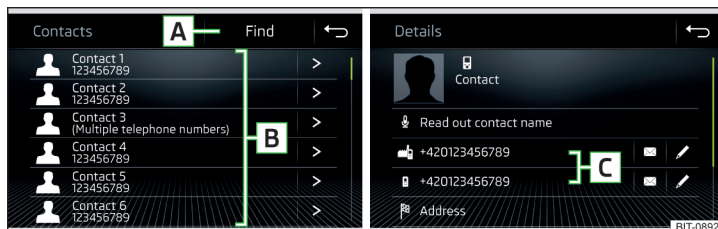

Fig. 205 Lista de los contactos de teléfono / Detalle del contacto
- » En el menú principal *Teléfono* pulse la superficie funcional , se visualizará una lista de los contactos de teléfono » fig. 205.